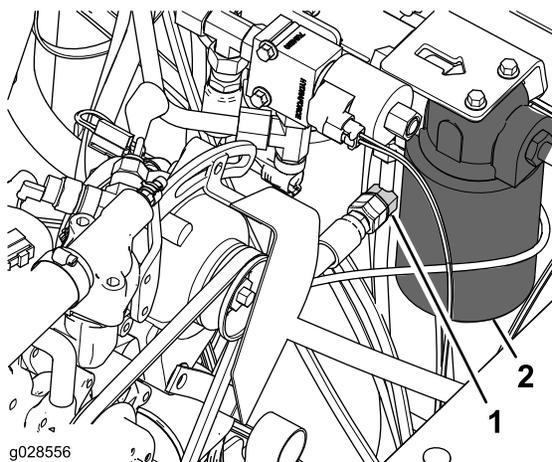

図 8
- トランスミッションオイルフィルタの隣にある油圧チューブについているT字フィッティングからキャップを外す 図 8。
5. T字フィッティング (図 8) に、ホース3/8 x 55.6 インチを接続し、37 - 45 N m (3.7 - 4.6 kg.m = 27 - 33 ft-lb) にトルク締めする。
7. T字フィッティング (図 8) に、ホース3/8 x 85.2 インチを接続し、スイベルナットを37 - 45 N m (3.7 - 4.6 kg.m = 27 - 33 ft-lb) にトルク締めする。